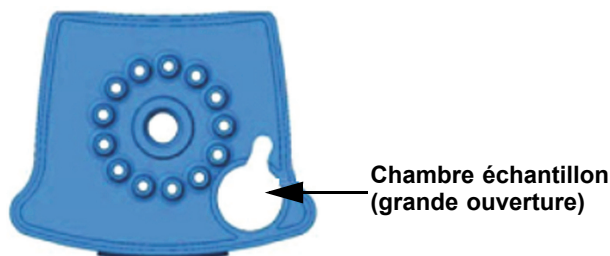

Figure 1. Cartouche du test Xpert MRSA NxG (vue de dessus)
- Ouvrir le couvercle de la cartouche. À l'aide d'une pipette de transfert (non fournie), transférer tout le contenu du flacon de réactif d'élution dans la chambre échantillon de la cartouche de test Xpert MRSA NxG. Voir la Figure 1.
5. Ouvrir le couvercle de la cartouche. À l'aide d'une pipette de transfert (non fournie), transférer tout le contenu du flacon de réactif d'éluotion dans la chambre échantillon de la cartouche de test Xpert MRSA NxG. Voir la Figure 1.